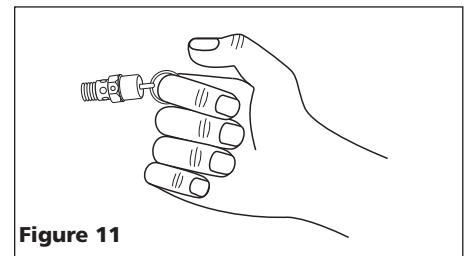

Figure 11
1. Tirer sur l'anneau de la soupape de sûreté et la laisser revenir à sa position normale (voir Figure 11). Cette soupape relâche l'air automatiquement lorsque la pression du réservoir dépasse le maximum réglé d'avance.